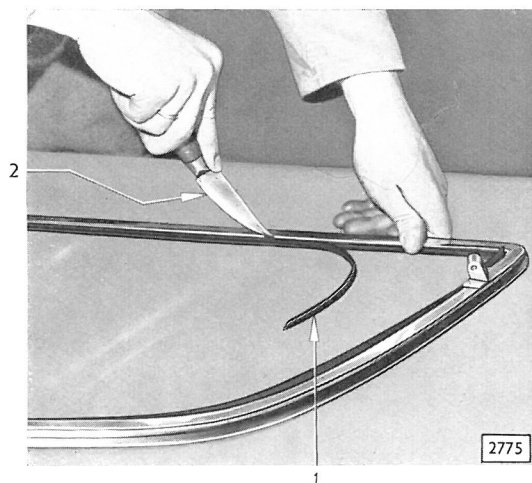

Bild 31 - Überstehende Gummifassung abschneiden
12. Überstehende Gummifassung an der Innen- und Außenseite des Fensters entlang dem Fensterrahmen abschneiden (Bild 31).